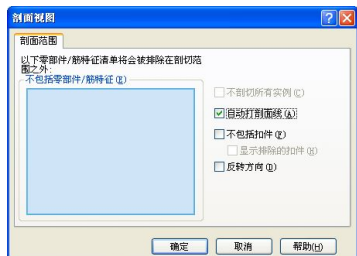

图 10-58 【剖面视图】对话框
(7) 如果两个装配件相交, 会弹出【剖面视图】对话框, 设置自己需要的选项, 如图 10-58 所示, 单击【确定】按钮。